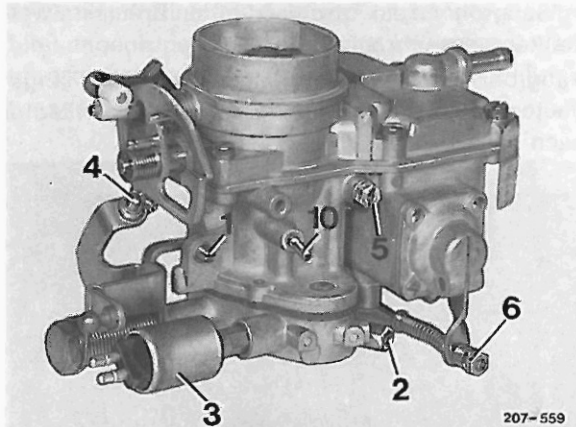

Bild 98
- Leerlaufabschaltventil (3) im Drosselklappenteil, Zweipol-Stecker (Bild 98)
- Leerlaufkraftstoffdüse (5) nicht mehr mit Leerlaufabschaltventil kombiniert (Bild 98)
- Leerlaufdrehzahl-Einstellschraube (1) ohne Eingriffsicherung (Bild 98)